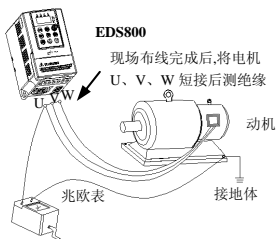

图 1-1 电机绝缘检查示意图
- (1) EDS800 系列变频器为电压型变频器，使用时电机的温升、噪声和振动与工频运行相比较略有增加，属正常现象。
- (2) 如果需要以低速恒转矩长期运行，必须选用变频电机。若使用一般的异步交流电机低速运行时，应监控电机温度或采取强制散热措施，以防烧毁电机。
- (3) 减速箱及齿轮等需要润滑的机械装置在长期低速运行时，可能由于润滑效果变差造成损坏，请事先采取必要措施。
- (4) 若超过电机额定频率运行时，除了考虑电机的振动、噪音增大外，还必须确保电机轴承及机械装置的使用速度范围，请务必事先确认。
- (5) 对于提升设备和惯性之类的负载，变频器常会因产生过流或过压故障而跳闸，为保证正常工作，应考虑选配适当的制动组件。
- (6) 应通过端子或其它正常的命令通道对变频器进行起停控制。严禁在变频器输入侧使用接触器等强电开关直接频繁起停操作，否则会造成设备损坏。
- (7) 如果需要在变频器输出和电机之间安装接触器等开关器件，请确保变频器在无输出时进行通断操作，否则可能会损坏变频器。
- (8) 变频器在一定的输出频率范围内，可能会遇到负载装置的机械共振点，可设置跳跃频率来避开。
- (9) 使用前，应确认电源电压在允许的工作电压范围之内，否则应做变压处理或订购特种变频器。
- (10) 在海拔高度超过 1000 米的条件下，变频器应降额使用，每增加 1500 米高度输出电流约降低额定电流的 10%。
- (11) 电机在首次使用或长时间放置后再使用之前，应做电机绝缘检查。请使用 500V 电压型兆欧表按图 1-1 所示进行检查，绝缘电阻不得小于 5 M $\Omega$ ，否则有损坏变频器的可能。